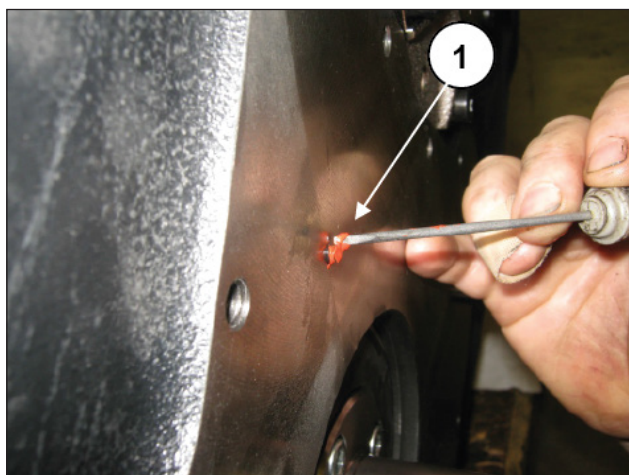
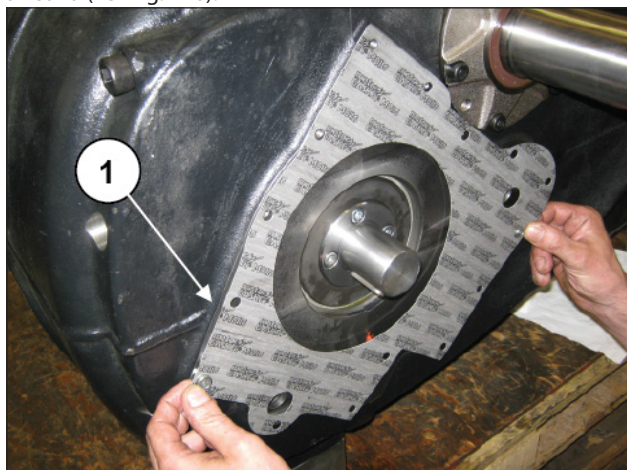

Fig. 116
Fig. 126
**Humedecer con sellador de silicona de tipo MOTORSIL D (Arexons) todas las zonas sobresalientes de las juntas tóricas en contacto con las juntas planas (Fig. 116, pos. ①).**
Montar la tapa del eje acodado con la junta (después de haber humedecido las juntas tóricas que sobresalen con sellador de silicona -ver la Fig. 116-) y apretar los torillos M8 (pos. ①, Fig. 121 - Fig. 122).
Montar la junta plana (pos. ①, Fig. 126) después de haber humedecido las juntas tóricas que sobresalen con sellador de silicona (ver Fig. 116).